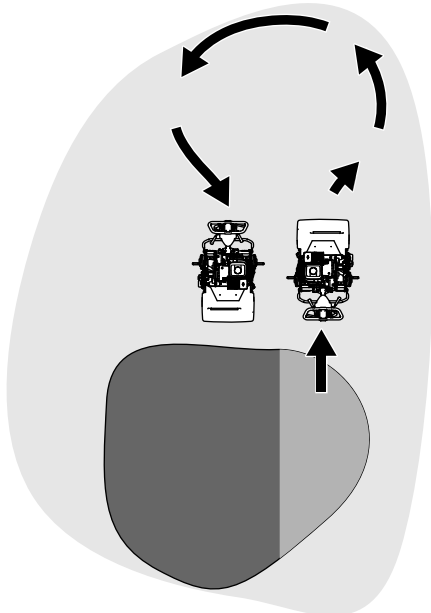

Figura 23
- Para girar la máquina y salir del green, eleve el molinete (empujando el manillar hacia abajo) y realice un giro en forma de lágrima sobre el tambor de tracción (Figura 23).
1. Localice la palanca de engranado de la tracción en la caja de engranajes de la transmisión (Figura 23).